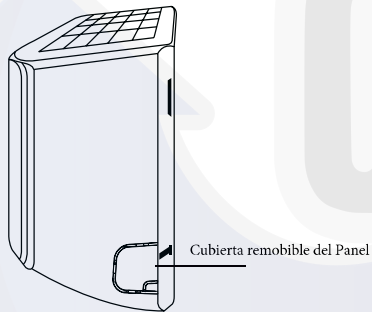

Fig. 3.3
2. Si el agujero de la pared esta posterior de la unidad, mantenga el panel de tumbar en su lugar. Si el agujero de la pared está al lado de la unidad interior, retire el panel de plástico de tumbar de ese lado de la unidad. (Vea fig. 3.3). Esto va crear una ranura por cual tu tubería puede salir de la unidad. Ocupe las pinzas de punta de aguja, si el panel de plástico esta difícil de retirar a mano.